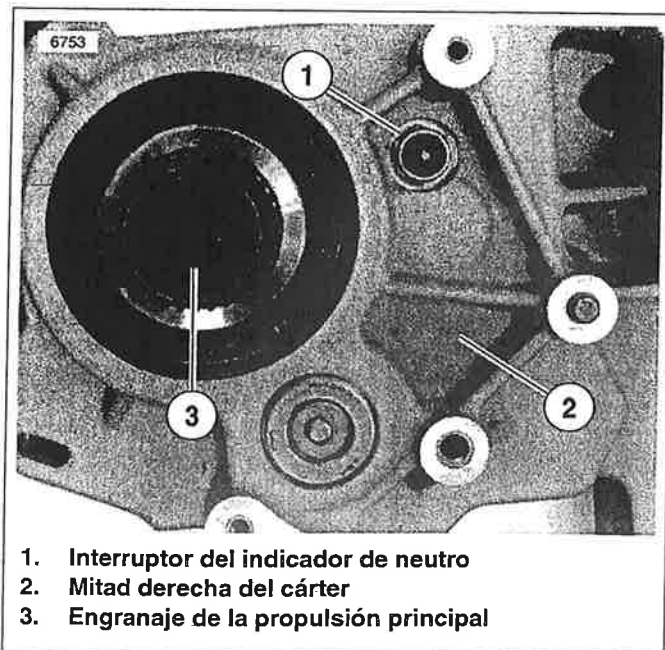

Figura 7-84. Interruptor del indicador de neutro
Vea la Figura 7-84. El interruptor del indicador de neutro (1) está enroscado en la porción de la transmisión de la mitad derecha del cárter (2), inmediatamente adelante del engranaje de la propulsión principal (3).
6. Vea la Figura 7-84. Quite el cable del interruptor del indicador de neutro (1). Retire el interruptor de la mitad derecha del cárter (2).